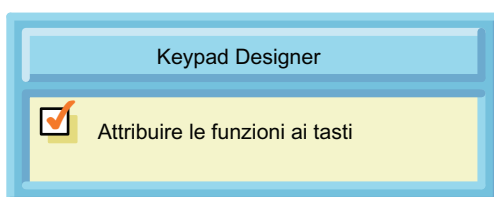

Figura 3-10 Definizione delle proprietà di un tasto
- Selezionare la funzione del tasto e immettere un nome valido, quindi fare clic su OK. Un esempio di funzioni dei tasti del TD 200C è illustrato nella figura 3-10.